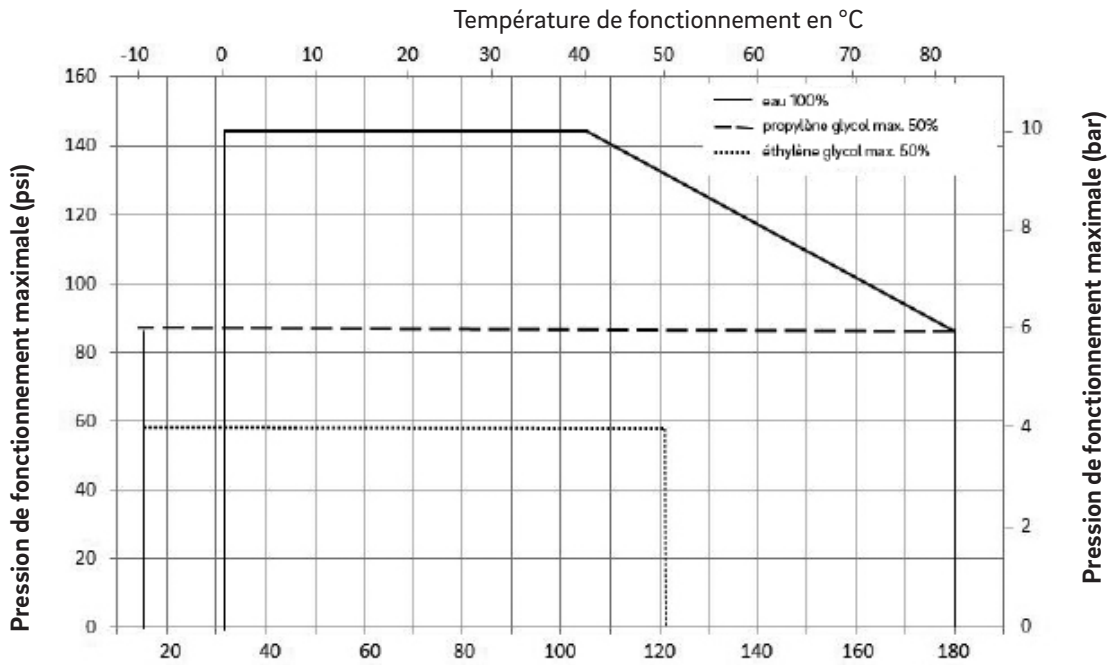

Fig. 2 : Capacités de température et de pression du collecteur pour différents fluides du système
- La pression de fonctionnement continue maximale autorisée pour 100 % d'eau est de 6 bars (87 psi) à 82,2 °C (180 °F). Voir Fig. 2.
- Le propylène glycol et les glycols à base d'éthylène à une concentration maximale de 50 % sont recommandés dans les limites de température et de pression indiquées à la Fig. 2. au cas où une protection contre le gel du système serait nécessaire. Les glycols à base d'alcool ne sont pas autorisés, car ils risquent d'entraîner une défaillance du système.
Température maximale de fonctionnement pour 100 % d'eau	82,2 °C (180 °F) à 6 bars (87 psi), voir Fig. 2.
Température minimale de fonctionnement	-10 °C (14 °F) à 10 bars (145 psi), voir Fig. 2.